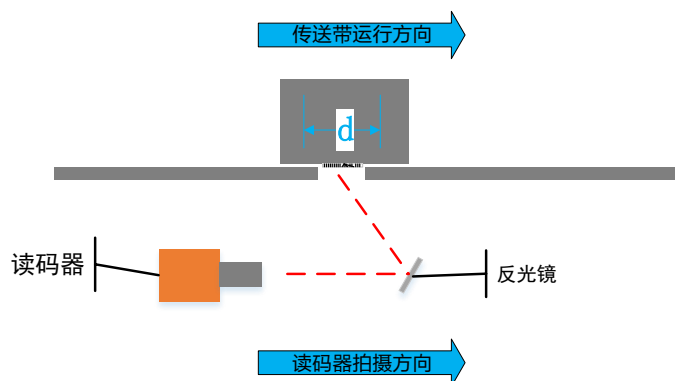
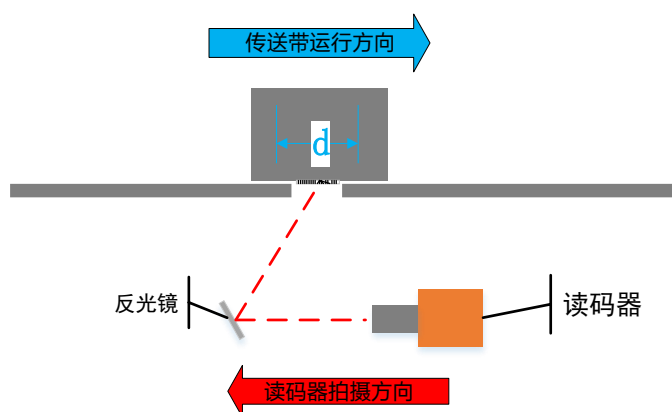

图8-7 同向设置
图8-8 反向设置
3. 当传送带运行方向与读码器拍摄方向同向时，TDI Direction 选择为 Forward Direction；反向时，TDI Direction 选择 Backward Direction，相应说明如图 8-7，图 8-8 所示。